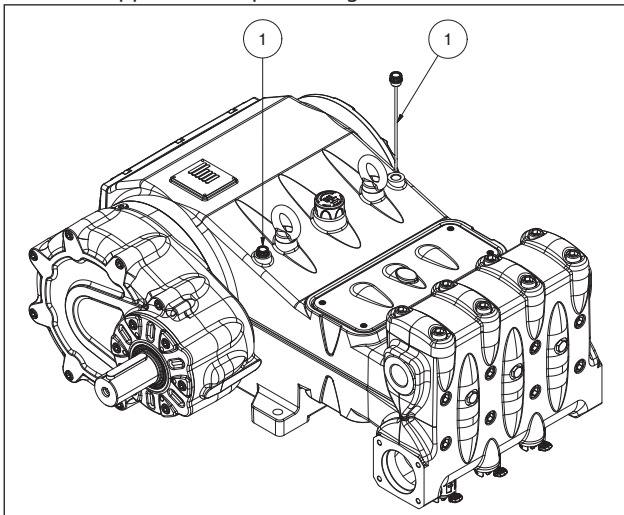

Fig. 8
5. L'olio nel carter pompa sia al livello previsto verificandolo con le apposite aste (pos. ①, Fig. 8).